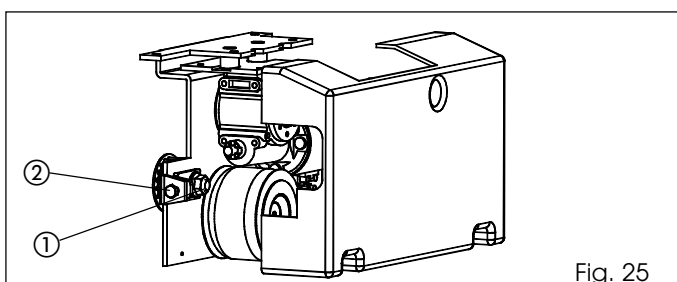

Fig. 25
- Desserrer l'écrou (fig. 25 réf. ①).
- Visser le boulon de la fig. 25 réf. ② pour tendre la courroie ou le dévisser pour la desserrer.
- Une fois la tension réglée, serrer l'écrou (fig. 25 réf. ①).